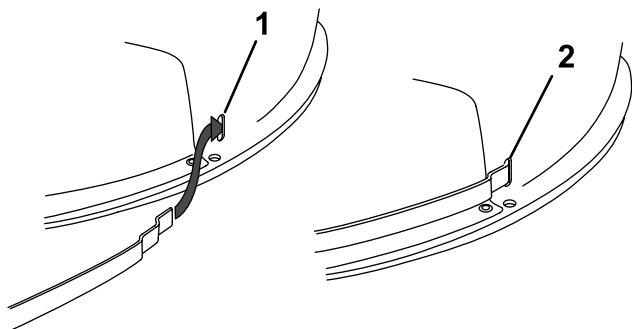

Figure 21
Remarque: N'enlevez pas les bandes du carter de tondeuse. Si une bande se détache du carter, insérez-la comme illustré (Figure 21).
13. Rapprochez les extrémités des 2 bandes qui entourent l'obturateur Recycler, comme illustré (Figure 21).